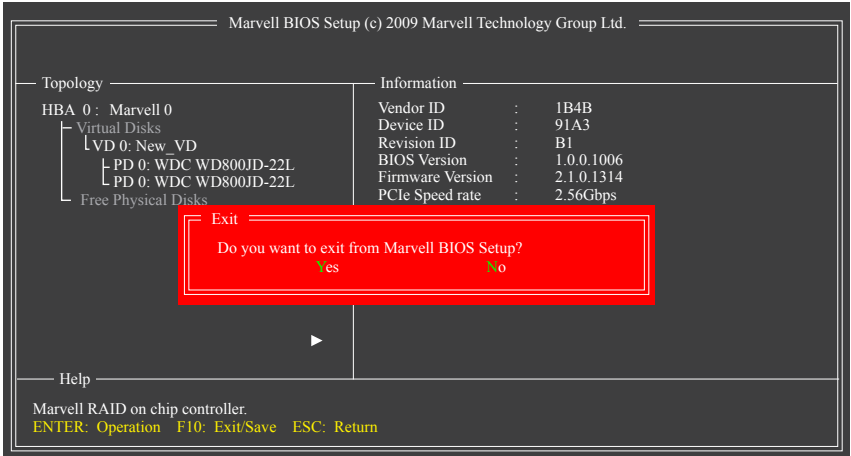

图7
7. 储存设置并离开：设置好磁盘阵列要离开RAID设置程序前，请务必在主画面选择按<F10>键。确定离开请按<Y>，取消请按<N> (图7)。